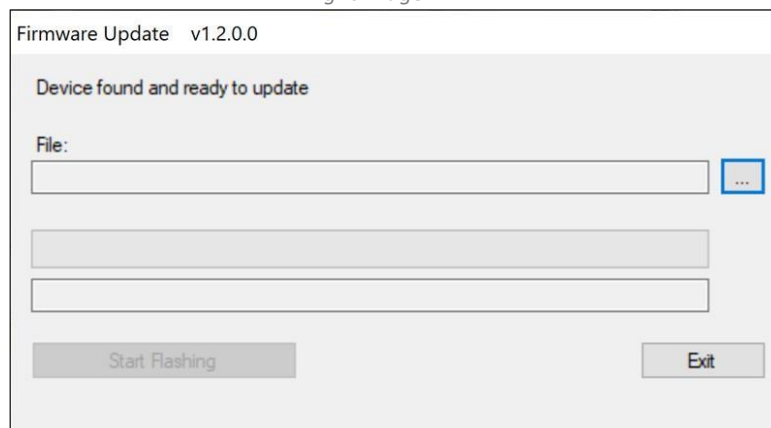

Figura 55 - Janela de atualização do firmware.
9. No LightBridge, selecione Firmware Upgrade no menu suspenso *Tools (Ferramentas)* (Figura 54). A janela de atualização do firmware será exibida (Figura 55).